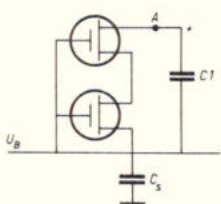

Fig. 3.
In fase 2 wordt, op gelijke wijze als in fase 1, nu C_s (en C_2, C_4 enz.) opgeladen omdat nu de schakeling als in fig. 3 ontstaat. De lading op C_s en C_1 wordt dan:
Dat (2) geldig is, is eenvoudig in te zien aangezien uit de schakeling van fig. 3 volgt dat de ladingsverandering op C_s in absolute waarde gelijk moet zijn aan die op C_1 . Uit (2) volgt, dat er informatie-overdracht heeft plaats gehad van links naar rechts, terwijl er ladingstransport plaatsvond van rechts naar links. De benodigde energie hiervoor werd geleverd door de klok en dus niet door de voeding!